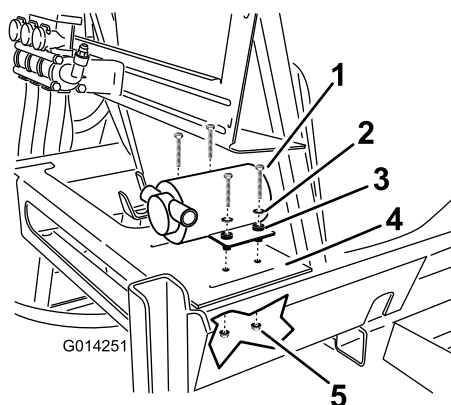

Рисунок 19
1. Установите насос промывочного бака на раму бака на платформе с правой задней стороны основного бака, как показано на Рисунок 19.
2. Закрепите насос промывочного бака на раме с помощью четырех болтов, четырех шайб и четырех контргаек (Рисунок 19).